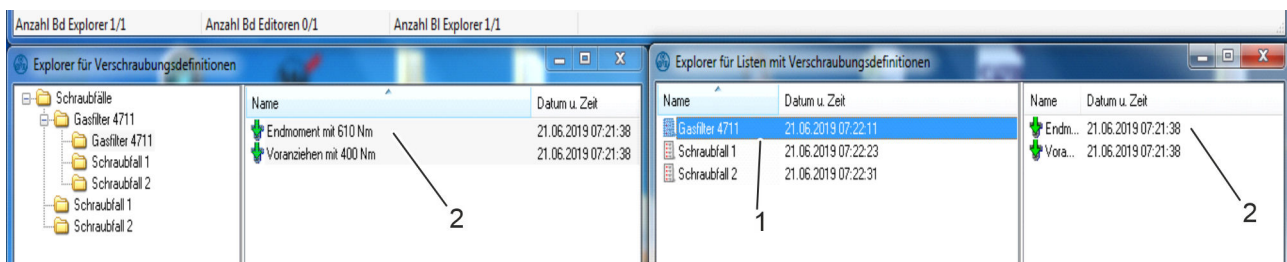

Fig. 29: navigatore per gli elenchi delle definizioni di avvitatura
Per farlo creare l'elenco (Fig. 29/1).
- 7.** ▶ Copiare le definizioni di serraggio desiderate (Fig. 29/2) dalla cartella dei file di sinistra alla cartella di sincronizzazione di destra.